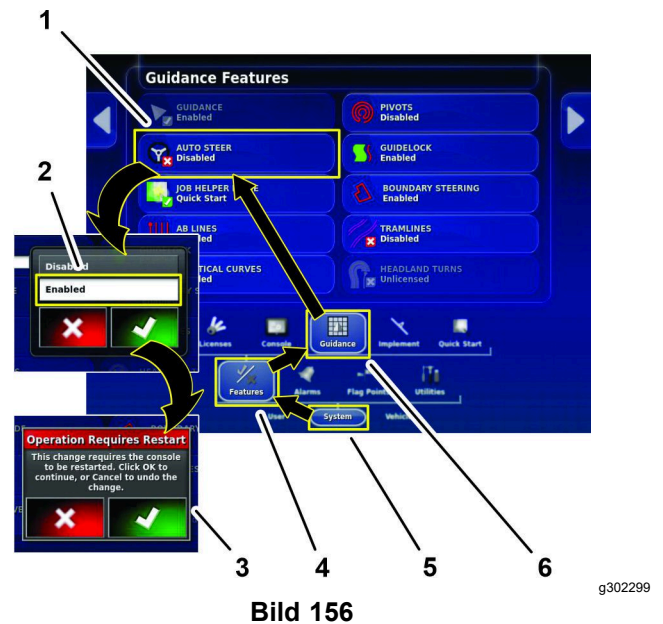

Bild 156
4. Tippen Sie auf das AUTOSTEER Symbol  (Bild 156).
5. Tippen Sie im Dialogfenster auf das Symbol AKTIVIEREN und dann auf das Bestätigen-Symbol (Bild 156).
6. Tippen Sie im Dialogfenster Operation erfordert Neustart auf das Bestätigen-Symbol (Bild 156).
3. Drücken Sie das Symbol SYSTEM, FUNKTIONEN und das Symbol FÜHRUNG (Bild 156).